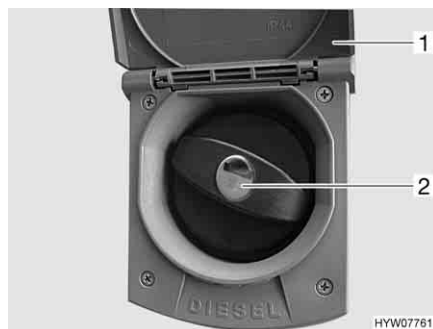

Bild 51 Verschlussdeckel für Kraftstoff-Einfüllstutzen
- Die Klappe (Bild 51,1) nach oben schwenken.
- Schlüssel in Schließzylinder (Bild 51,2) stecken und entgegen dem Uhrzeigersinn drehen.